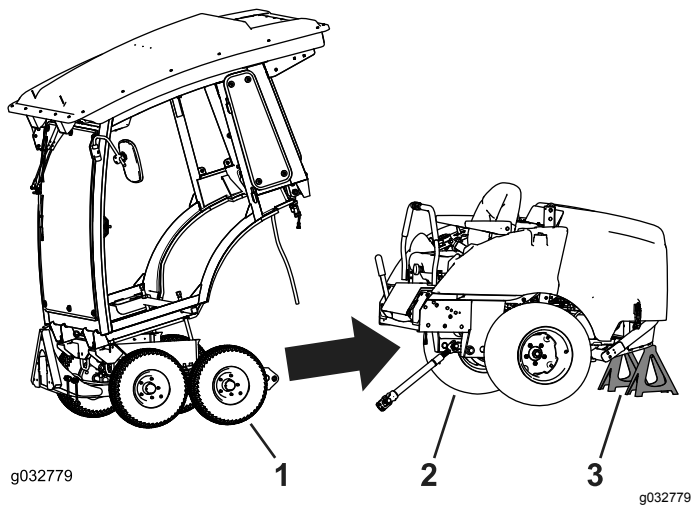

Figura 68
1. Alinee el bastidor de invierno con el bastidor de la máquina, y muévalo hacia atrás (Figura 68)
3. Utilice gatos fijos para apoyar la máquina (Figura 68).